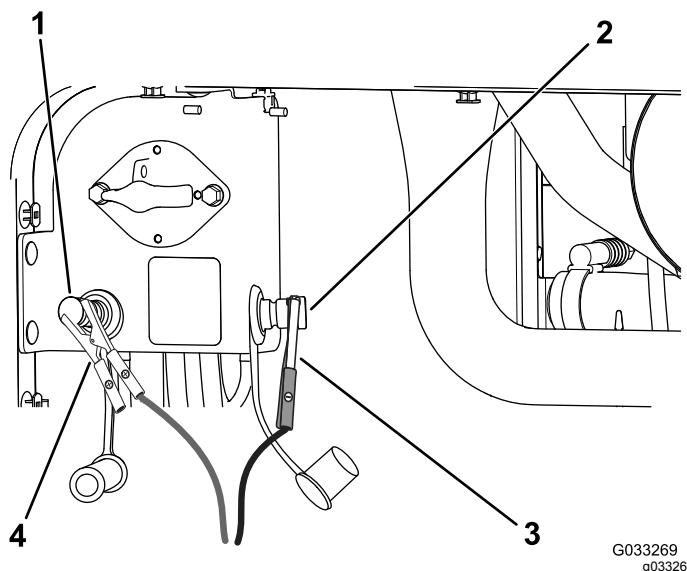

Bild 99
4. Schließen Sie das Plus-Starthilfekabel (+) am positiven Starthilfepol an (Bild 99).
5. Schließen Sie das Minus-Starthilfekabel (-) am negativen Starthilfepol an (Bild 99).
Rahmen und dann das Plus-Starthilfekabel (+) abklemmen (Bild 99).